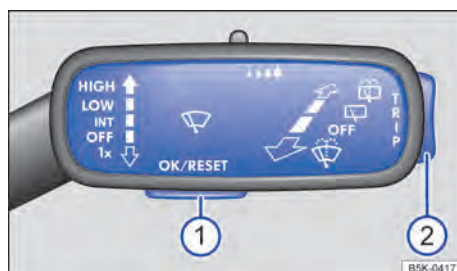

Fig. 26 À direita na coluna de direção: botões na alavanca dos limpadores do para-brisa (representação esquemática).
Enquanto uma mensagem de advertência de prioridade 1 → Página 23 estiver sendo exibida, não será possível acessar os menus. Algumas mensagens de advertência podem ser confirmadas e ocultadas com o botão → Fig. 26 ①.
- Se uma mensagem ou o pictograma de veículo sejam exibidos, pressionar o botão → Fig. 26 ①, caso necessário, pressionar várias vezes.
- Para a exibição dos menus → Página 29 ou para retornar para a seleção de menu a partir de um menu ou de uma tela de informação, basta manter o seletor → Fig. 26 ② pressionado.
- Para acessar o menu ou a tela de informação exibida, pressionar o botão → Fig. 26 ① e esperar até que o menu ou a tela de informação abra automaticamente após alguns segundos.
- No menu exibido, pressionar o seletor → Fig. 26 ② para cima ou para baixo até que o item de menu desejado esteja marcado. A marcação é indicada por uma moldura.
- Pressionar o botão → Fig. 26 ① para assumir a alteração desejada. Um “sinal de visto” identifica a ativação da função ou do sistema.